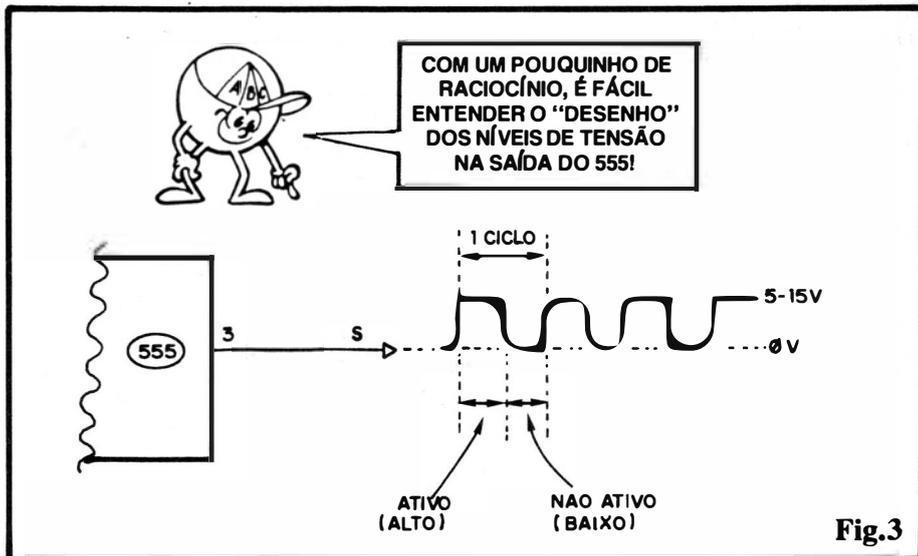

Fig.3
- FIG. 3 - A MANIFESTAÇÃO NA SAÍDA DO ASTÁVEL - O diagrama "explica", claramente, os estados presentes na Saída do ASTÁVEL com 555 durante a oscilação, mostrando "o que é" UM CICLO, e a sua "divisão" entre um semi-ciclo ATIVO ou "alto" e um semi-ciclo NÃO ATIVO ou "baixo... Observem que os extremos de Tensão correspondentes a tais estados, normalmente situam-se em "zero" volt para o nível "baixo" e a própria Tensão de alimentação para o nível "alto"... NÃO ocorrem níveis "intermediários", já que a forma de onda é absolutamente "quadrada" ou "retangular", sem "rampas" de subida ou descida da "voltagem" em formas